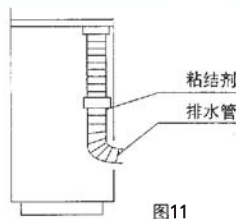

图11
- (2) 排水管应由内向外如图所示倾斜，以便冷凝水排除。
- (3) 为了防止排水管接口处泄漏，请在接口处使用粘结剂，见图11。
- (4) 安装时可根据具体情况来布置管道走向，既可由后板孔内通出，也可在左右侧板或底座相应的孔中通出。